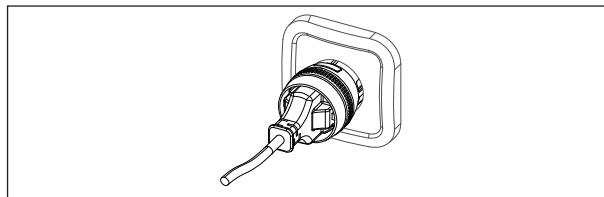

Abb. 3 Anschluss Verbraucher
- Stecken Sie den Netzstecker des Verbrauchers erst nach dem Einlernen in die WMS Steckdose ein (Abb. 3).